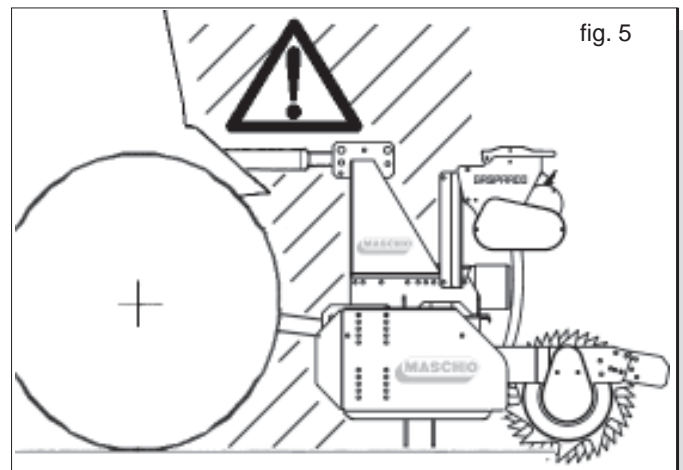

fig. 5
- 25) È assolutamente vietato interporre fra il trattore e l'attacco per manovrare il comando dall'esterno per il sollevamento (Fig. 5).
- 26) È assolutamente vietato interporre tra il trattore e l'attrezzatura (Fig. 5) con motore acceso nonché senza aver azionato il freno di stazionamento ed aver inserito, sotto le ruote, un ceppo di bloccaggio di adeguate dimensioni.